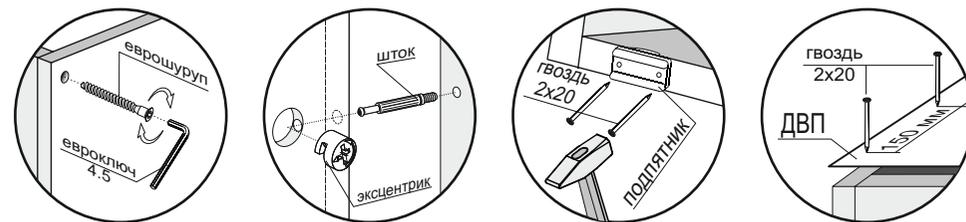

Рис.1
3. К боковинам (2,3) прикрутить направляющие шурупами 4x16 по наметкам (рис. 1).
4. Соединить боковины (2,3) и стяжки (8) с помощью шкантов и еврошурупов. Затем стянуть боковины (1,2,3), стяжки (5,6,7) и цоколи (9) еврошурупами (рис. 1).
5. Перевернуть изделие лицевой частью вниз и замерить диагонали секции (они должны быть равны: ± 2 мм). Прибить гвоздями 2x20 к боковинам (1,2,3) подпятники и ДВП (13) к задней стенке стола (рис. 1).
7. К собранному изделию монтировать крышу (4) с помощью эксцентриков (рис. 1).